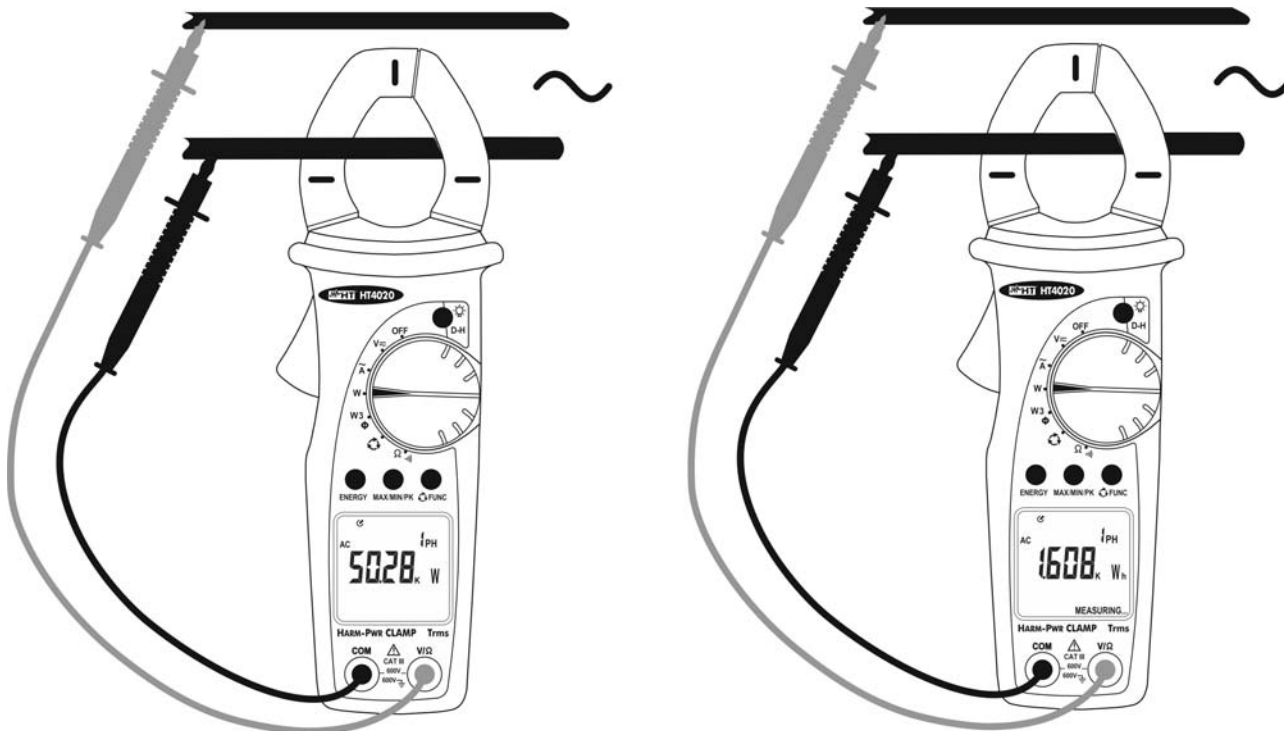

Fig. 11: Medida de Potencia y Energía en un sistema monofásico
2. Abra el maxilar y engatille un único cable al centro del toroidal (ver § 4.1.2 y Fig. 11)
4. Posicione las puntas de prueba en el punto deseado del circuito en examen (ver Fig. 11). El valor de la potencia activa será visualizada